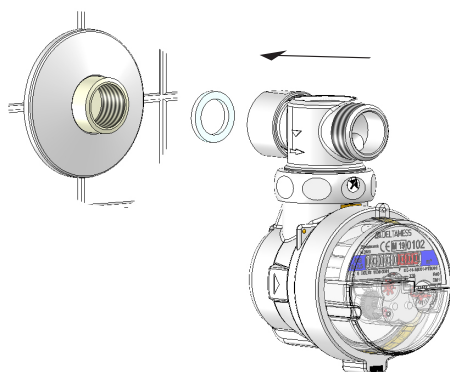

Bild 1 (Montage Mischbatteriezähler)
- Die T-Armatur mit Flachdichtung auf den S-Bogen aufsetzen (*Bild 1*).